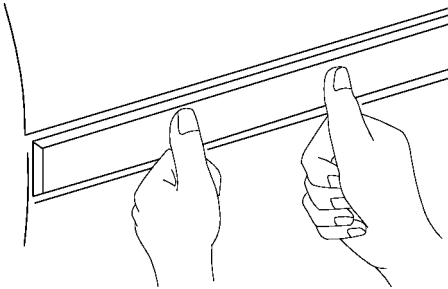

图 17-76 沿车身冲压线安装嵌条
(6) 从嵌条表面拉除分离纸。
(7) 沿车身冲压线安装嵌条。如图 17-76 所示。